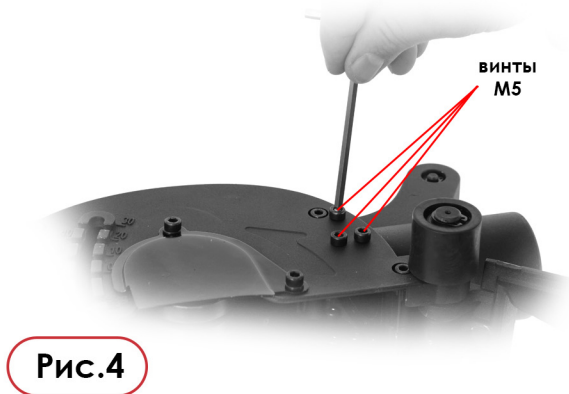

Рис.4
1. Открутите три винта M5 (Рис. 4).